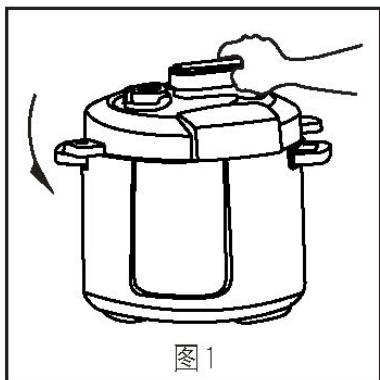

图1
1. 开盖：先用手握紧锅盖手柄，按锅盖上的开盖方向提示，逆时针方向旋转锅盖到限位处，锅盖无法继续旋转，然后向上轻轻提起锅盖(如图1、2所示)。
2) 开盖前拔下电源插头，按前文所述开盖方法开盖后，即可取用食物（如图1、2所示）。